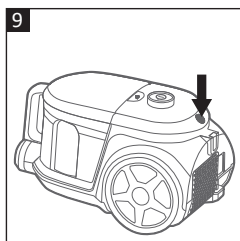

Fig. 9
3. Tenez la fiche et appuyez sur le bouton d'enroulage du cordon (14) avec l'autre main pour enrouler le cordon automatiquement (**Fig. 9**). Guidez le cordon avec la main pour éviter que la fiche et le cordon ne bougent de manière incontrôlée lors de l'enroulage.
4. Pour transporter l'aspirateur, soulevez-le par la poignée de transport (14).